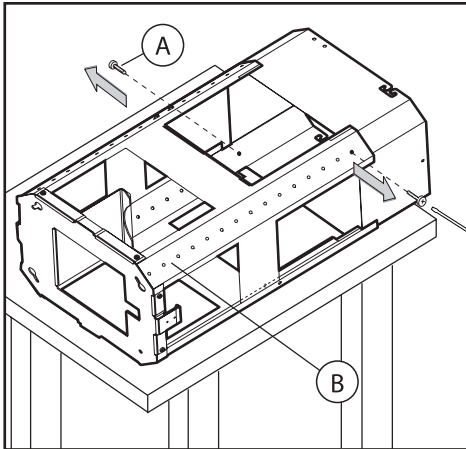

Fig.2
- Prendere la struttura dall'imballo e togliere le 2 viti **A** per separare la parte superiore da quella inferiore (Fig.2).